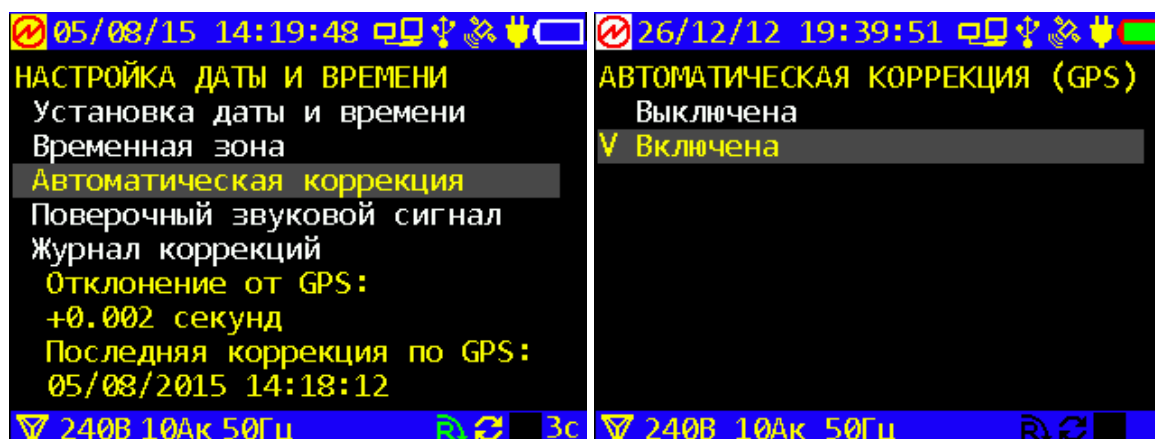

Рисунок 4.4.6 - Экраны настройки даты и времени
4.4.6.1 При вхождении в пункт «Автоматическая коррекция» предоставляется возможность включить или выключить автоматическую коррекцию времени, выбрав альтернативный режим на экране (Рисунок 4.4.6 справа). Выбор осуществляется с помощью клавиш ↓, ↑ и «ENT». Напротив выбранного режима появляется V-образный курсор. На символ GPS на верхней строке состояния этот выбор не влияет, поскольку приемник GPS работает независимо от того, использует прибор его данные для коррекции времени или нет.